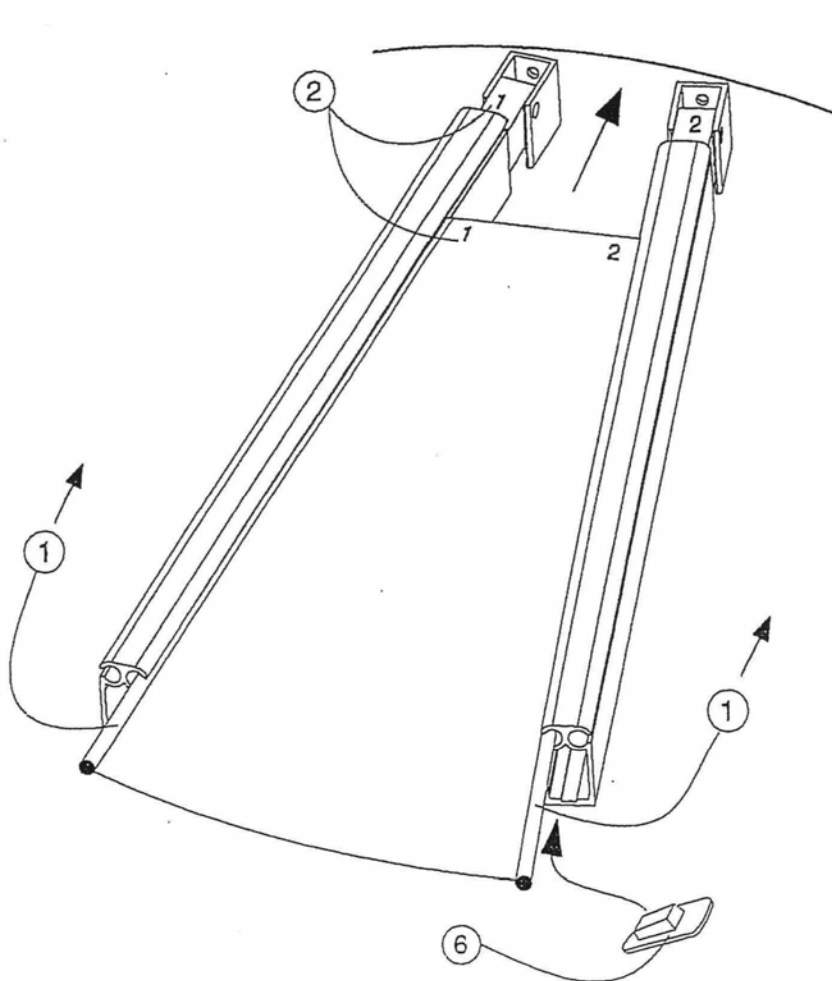

Fig. 7
- (Fig. 7) Am geschlossenen Schirm Stoffbahnen von unten beidseitig parallel in Kedernuten der Dachstreben einführen und hochschieben (1). Bei quadratischen oder rechteckigen Schirmen müssen die aussenliegenden Nummern des Stoffes mit jenen der Dachstreben übereinstimmen (2).